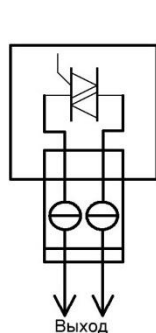

Рисунок 8
- 2) Выход1....Выход8 – выходы для подключения нагрузок. Их схемы приведены на рис. 8.